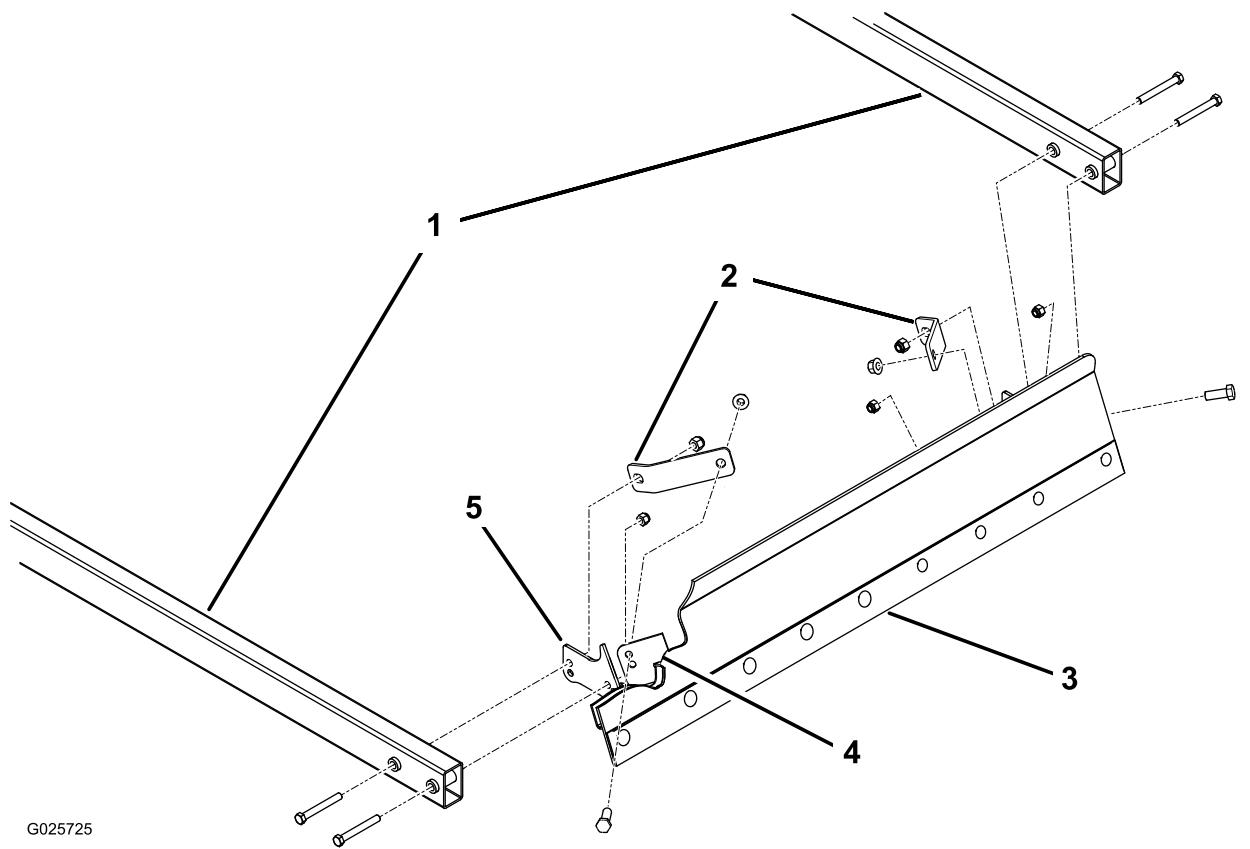

Figura 24
Nota: Coloque los refuerzos según se muestra en Figura 24.
2. Sujete provisionalmente la parte delantera de los brazos de elevación a los soportes de montaje y los refuerzos de la pala con 4 pernos ($\frac{3}{8}$ " x 3") y 4 contratuercas ($\frac{3}{8}$ "); consulte la Figura 24.
Nota: Si utiliza los taladros de montaje superiores de los soportes de montaje de la pala, la pala tendrá una acción más agresiva (Figura 24).
3. Con la pala apoyada sobre una superficie nivelada, apriete las fijaciones que sujetan los brazos de elevación a la pala (Figura 24).